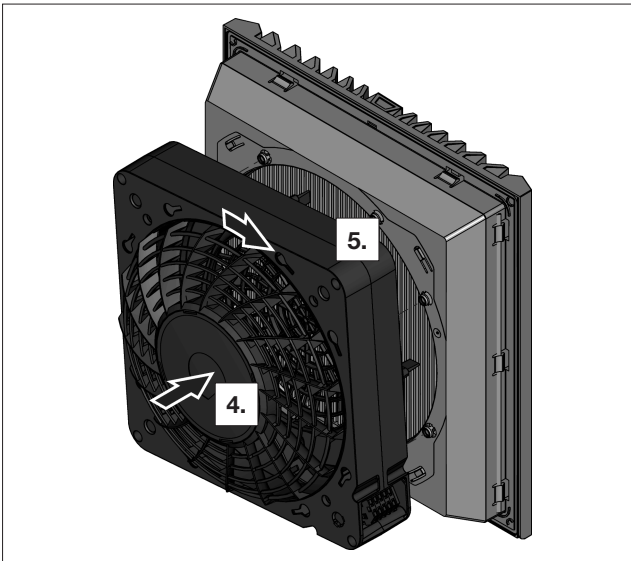

Bild 9: Låsning av bajonettlås
- Sätt tillbaka fläkthuset på filterlådan (se bild 9).
Vid ändring av luftriktningen (se avsnitt 5.4 "Ändring av luftriktningen" på bild9) görs monteringen på motsatt sätt.